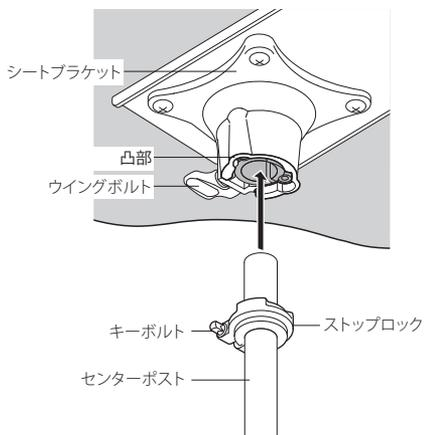

図2
2. シートをセンターポスト / ショックアブソーバーポストに取り付けます。シートブラケットのウイングボルトの方向とストップロックの正面を合わせることで、ストップロックの凸凹とブラケットの凸凹とがはまり合います (図 .2)。